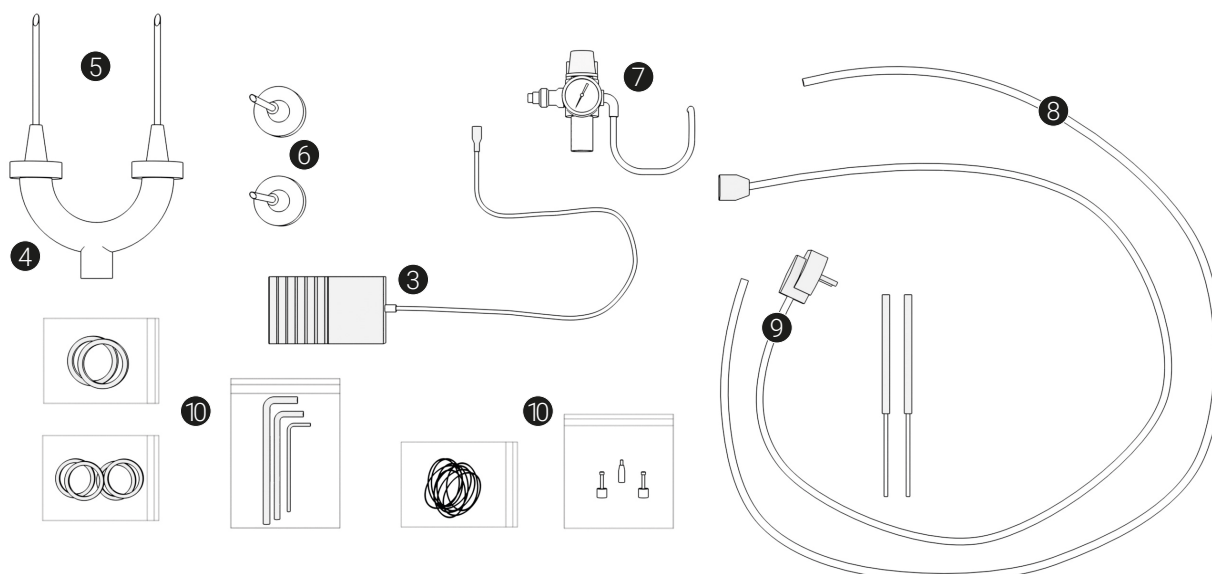

Рис. 4
- 3 Педаль ножного управления (рис. 4) – 1 шт.
- 4 Насадка для одновременного использования двух игл (рис. 4) – 1 шт.
- 5 Игла внешним диаметром 6 мм (внутренний \varnothing 4 мм) – 2 шт. (рис. 4).
- 6 Игла внешним диаметром 8 мм (внутренний \varnothing 6 мм) – 2 шт. (рис. 4).
- 7 Регулятор давления (выполнен с фильтром и влагоотделителем) с манометром и пневмошлангом – 1 шт. (рис. 4).
- 8 Пневмошланг – 1 шт. (рис. 4).
- 9 Кабель питания – 1 шт. (рис. 4).
- 10 Комплект ЗИП (прокладки разного диаметра и материала, заглушки пневмолинии, ручка для махового колеса, шестигранные монтажные ключи, очистные ершики) – 1 шт. (рис. 4).